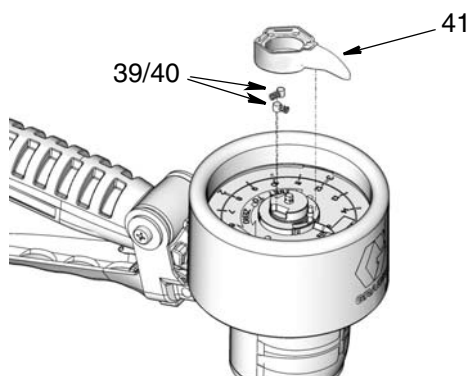

FIG. 15
3. Remova o direcionador de agulha (41), as molas (39) e os pinos (40) (FIG. 15).